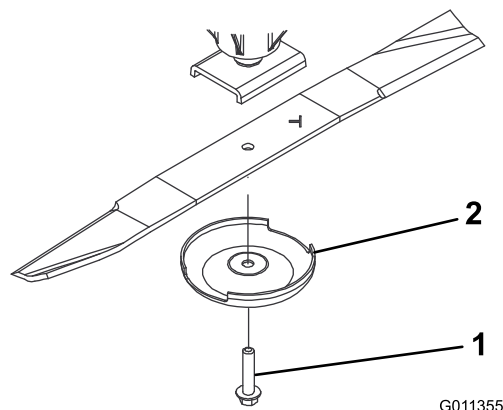

Рисунок 103
- Снимите болт ножа, защитный колпак и нож с вала шпинделя (**Рисунок 103**).